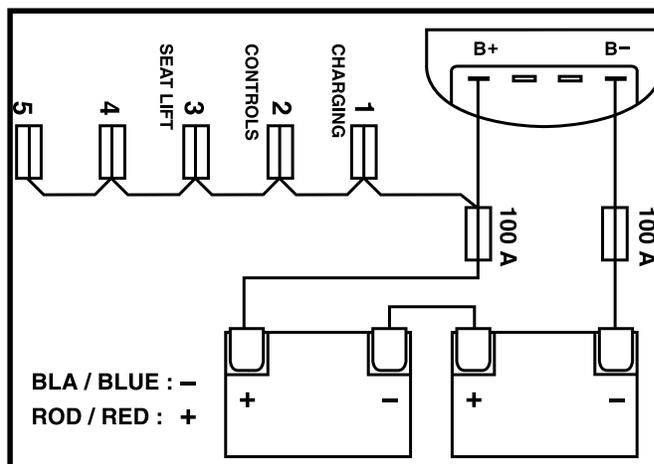

Figure 14. Diagramme de branchement des batteries
7. Rebranchez le câble **rouge** positif (+) à la borne positive (+) de la batterie. Voir la figure 14.